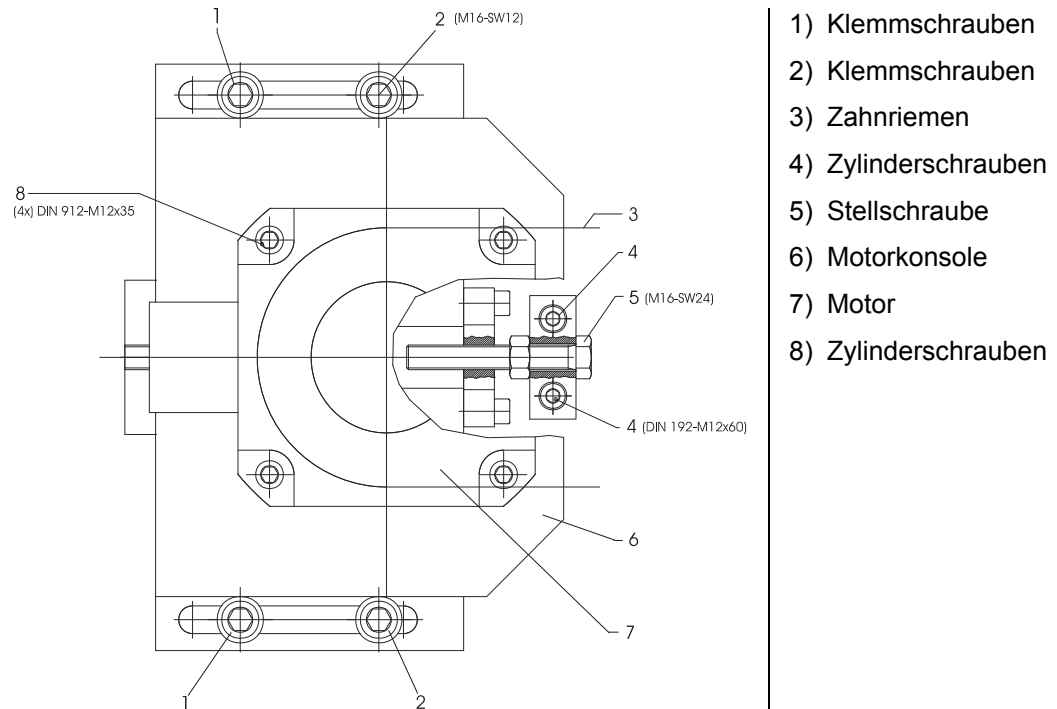

Abbildung 21 - Motorkonsole (Werkstückspindeltrieb)
Das Drehmoment vom Motor zur Werkstückspindel wird über einen Zahnriemen übertragen. Das Nachspannen des Zahnriemens erfolgt durch die Verschiebung der Motorkonsole mit der Stellschraube (M16 - SW 24), siehe Abbildung 21.
1. Klemmschrauben (1, Abbildung 21) und Zylinderschrauben (4) herausschrauben, Klemmschrauben (2) lösen.
3. Klemmschraube (2) wieder anziehen und Zylinderschrauben (8) ausschrauben.